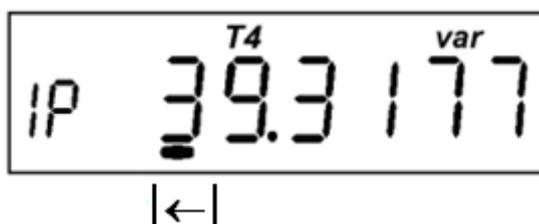

Рисунок 4.13
- прогнозируемая фактическая величина отпущенной реактивной мощности (отображается мнемоникой " var " и маркером " $| \leftarrow$ ")* (рисунок 4.13):